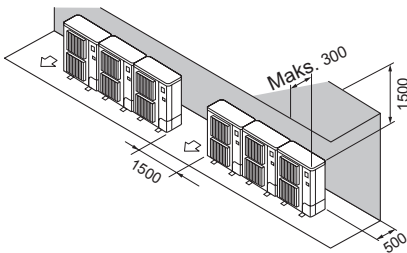

Fig. 2-14
- ② Yalnızca arkadaki ve üstteki engeller (Fig. 2-14)